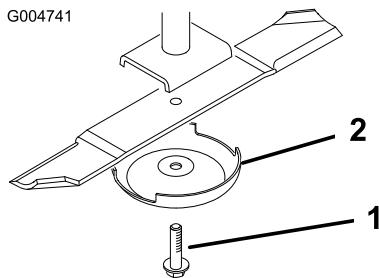

Figura 92
- Fixe a extremidade da lâmina utilizando um pedaço de tecido ou uma luva grossa. Retire o parafuso da lâmina, o recipiente anti-danos e a lâmina do eixo (Figura 92).